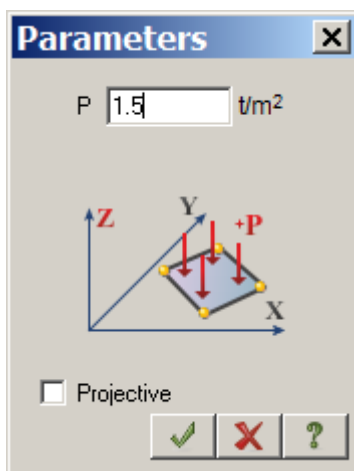

Figure 4.22 Load parameters dialog box
- ⇒ In the **Load parameters** dialog box specify  $P = 1.5 \text{ t/m}^2$  (see Fig.4.22).